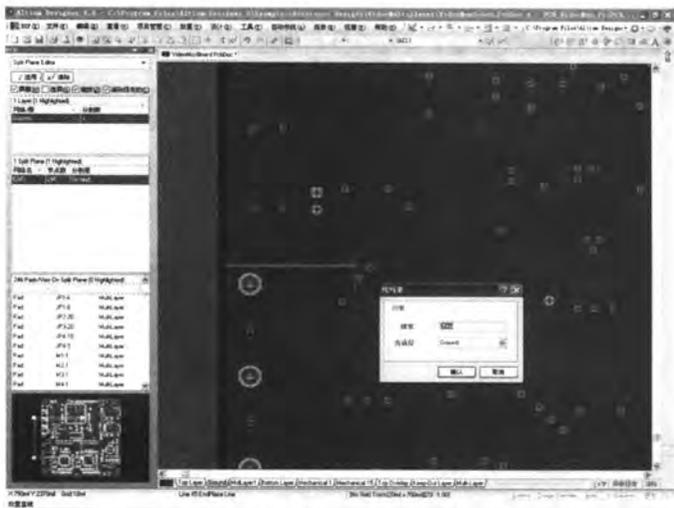

图 9-89 放置直线
- [2] 执行【放置】/【直线】命令，光标变为“十”字形，放置光标在一条 Pullback 线上，单击鼠标左键确定起点后，拖动直线到对面的 Pullback 线。在此过程中，按 **Tab** 键可打开【线约束】对话框设置线宽，如图 9-89 所示。